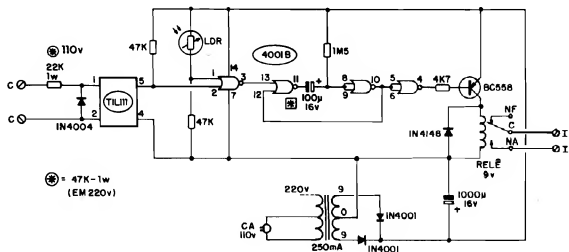

Fig.1
- FIG. 1 - O CIRCUITO - Apesar da relativa complexidade das suas funções, o esquema do PORTAU é muito simples, usando componentes em pequena quantidade (todos de fácil aquisição...). O núcleo do circuito é um Integrado Digital da "família" C.MOS, o 4001B (barato e comum), que contém 4 gates com função "NOR" (não ou), de duas entradas cada, todas inteligentemente aproveitadas na organização da montagem... Os dois gates "centrais", delimitados pelos pinos 11-12-13 e 8-9-10 formam um simples MONOESTÁVEL (temporizador) cujo período é determinado pelos valores do resistor de 1M5 e capacitor de 100u... Norem que, com o citado valor resistivo, a temporização corresponde a aproximadamente 1 segundo por microfarad (do capacitor). Os 100u, portanto, "dão" um tempo de aproximadamente 100 segundos (pouco mais de 1 minuto e meio...). Se o caro Leitor/Hobbysta achar tal período curto ou longo demais, poderá facilmente alterá-lo, mudando o valor do dito capacitor (sempre considerando a razão de $1s/\mu F$...). O disparo do MONOESTÁVEL é feito pelo pino 13 do 4001B, e apenas se dá quando tal pino "vê" um nítido nível digital "alto", na exata transição de "subida"... Esse comando é fornecido pelo primeiro gate (pinos 1-2-3),